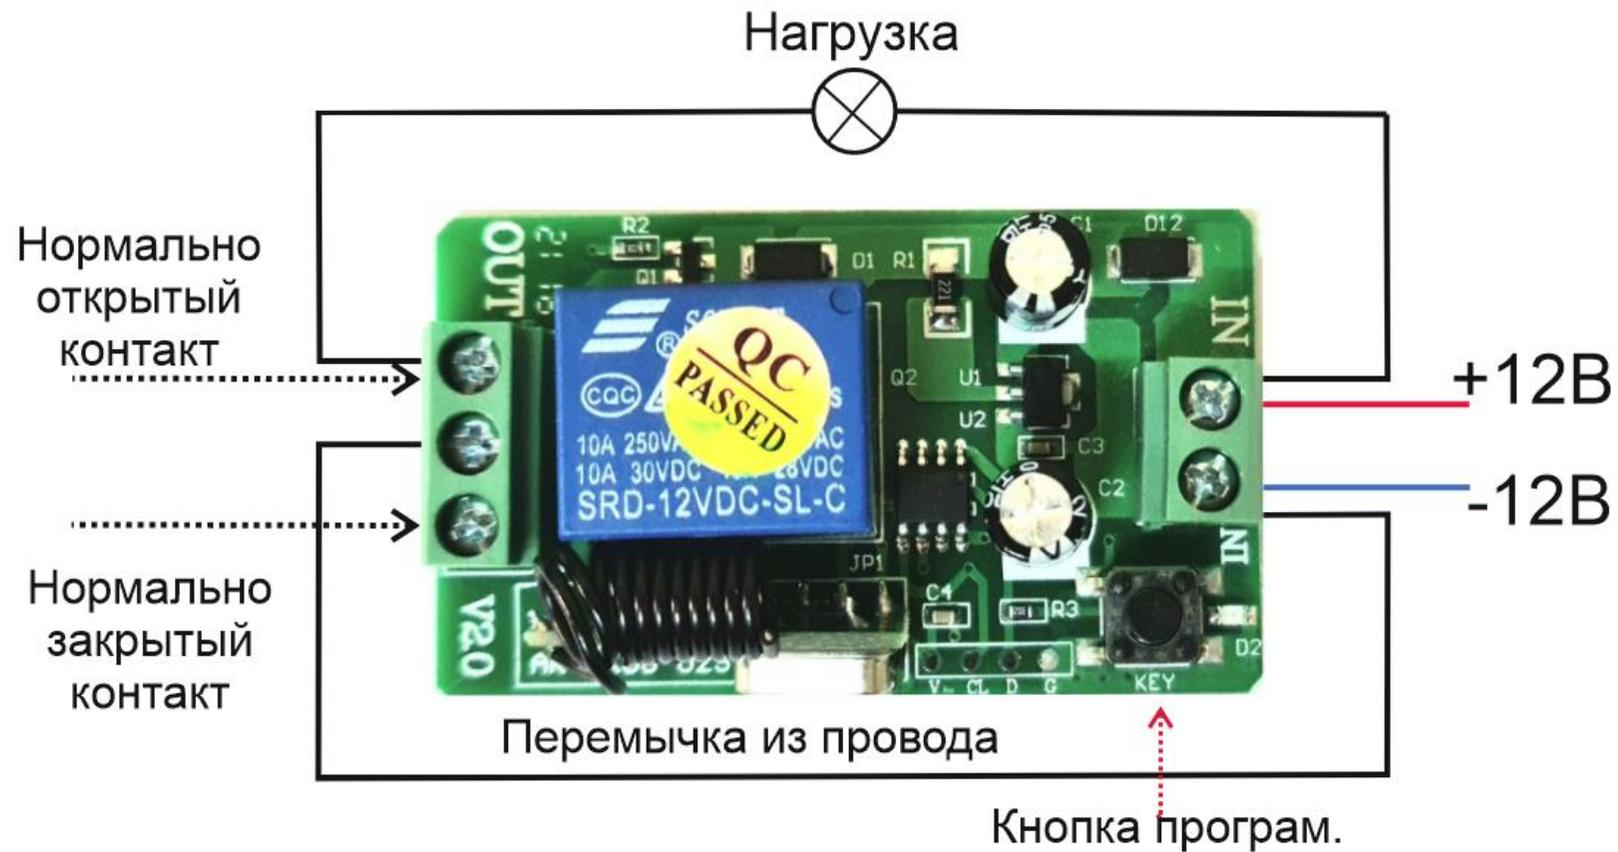

Рисунок 1 – Примерная схема подключения нагрузки
**Принцип подключения:** (рис.1) на вход +12В подключите +12В блока питания, на вход -12В подключите -12В (GND) блока питания. От клеммы -12В подключите провод и присоединяете его на среднем контакте клеммы противоположной стороны. От клеммы +12В подключите провод на нагрузку (электрический прибор, лампу, сирену и т.д.), который будет управляться брелками. Второй провод нагрузки подключите на нормально открытый контакт. В таком случае нагрузка изначально отключена и будет включаться брелком.